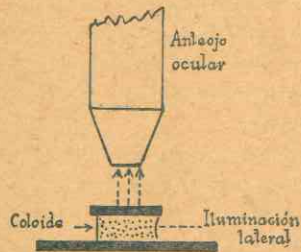

Fig. 25. - Observación de un sistema coloidal por el ultramicroscopio.
25. Observación de los coloides. Geles e hidrogels. (Fig. 25).